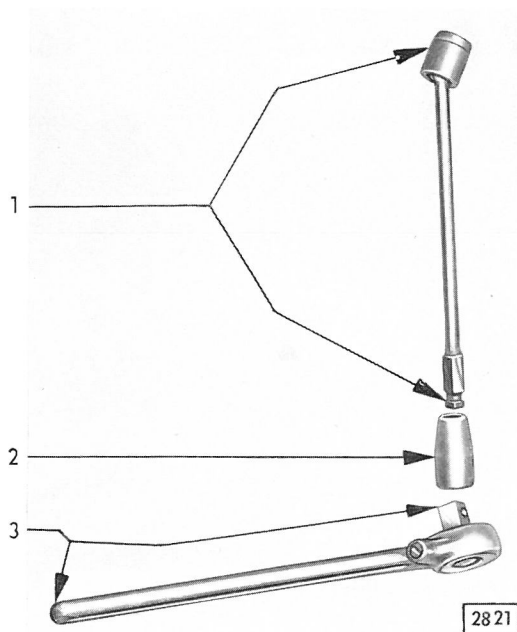

Bild 139 - Gelenksteckschlüssel (Schlüsselweite 13 mm) für Vordertürscharniere
- 2 Gelenksteckschlüssel (vgl. Bild 139)